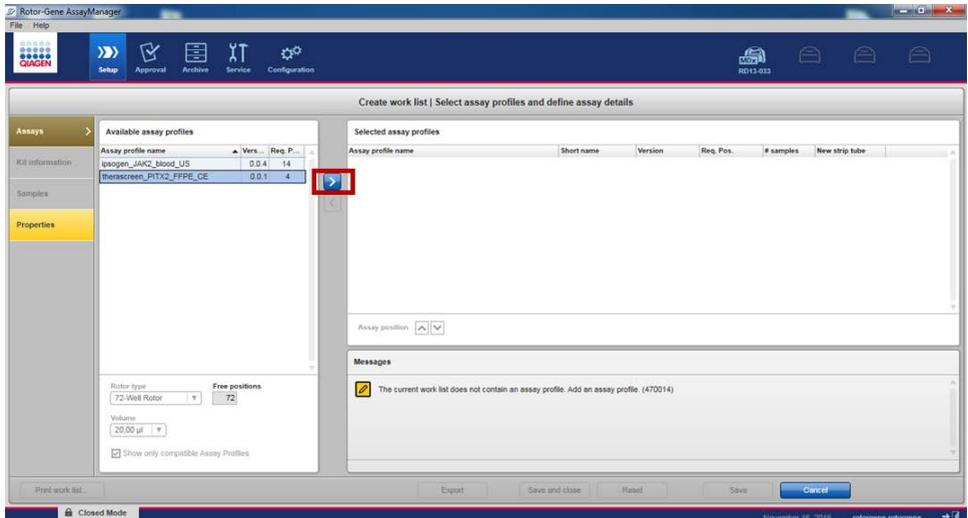

Abbildung 8. Import von Assay-Profilen.
18. Wählen Sie in der Liste der verfügbaren Assay-Profile das PITX2-Assay-Profil aus (Abbildung 8).
19. Übertragen Sie das ausgewählte Assay-Profil in die Liste „Selected assay profiles“ (ausgewählte Assay-Profile). Klicken Sie dazu auf den Pfeil (rechts neben dem Namen des Assay-Profiles). Das Assay-Profil sollte nun in der Liste „Selected assay profiles“ angezeigt werden (Abbildung 8).